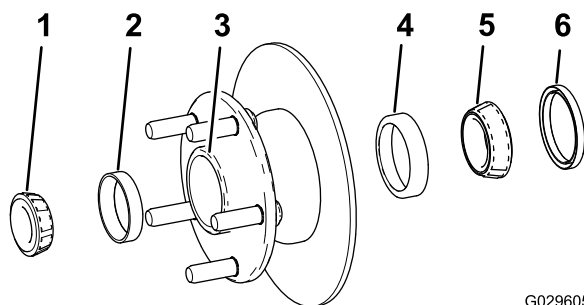

Figura 34
1. Retire el cojinete exterior y el anillo de rodadura del cubo (Figura 34).
2. Retire la junta, el cojinete interior y el anillo de rodadura del cubo (Figura 34).
5. Limpie el hueco del cubo para eliminar cualquier resto de grasa, suciedad y residuos (Figura 34).
7. Instale los anillos de rodadura interior y el exterior del cojinete en el cubo (Figura 34).
8. Llene el hueco del cubo hasta un 50-80% de su capacidad con grasa del tipo especificado (Figura 34).
9. Monte el cojinete interior sobre el anillo en el lado interior del cubo e instale la junta (Figura 34).